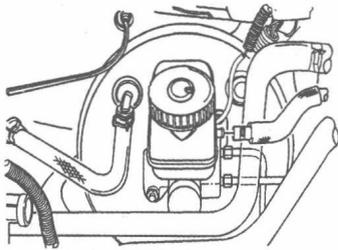
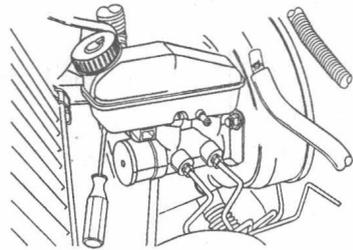

图 1-1 断开制动液储液罐电气插接器
图 1-2 撬松制动液储液罐
- (1) 断开制动液储液罐电气插接器，如图 1-1 所示。
- (2) 在装备手动变速驱动桥的车辆上，从总泵上断开离合器软管插头卡夹。
- (3) 用螺钉旋具向上小心撬松制动液储液罐，如图 1-2 所示。